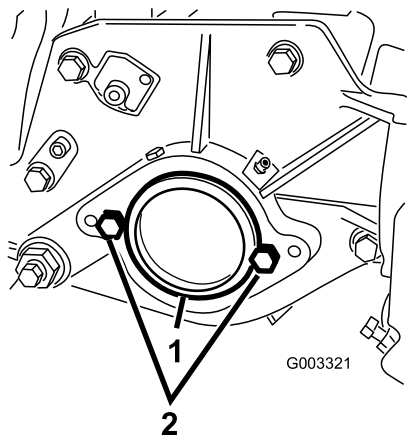

Figure 7
3. A l'extrémité droite du plateau de coupe, retirez l'obturateur en plastique du logement de roulements (Figure 7).
4. Enlevez les 2 boulons de la plaque latérale droite (Figure 7).